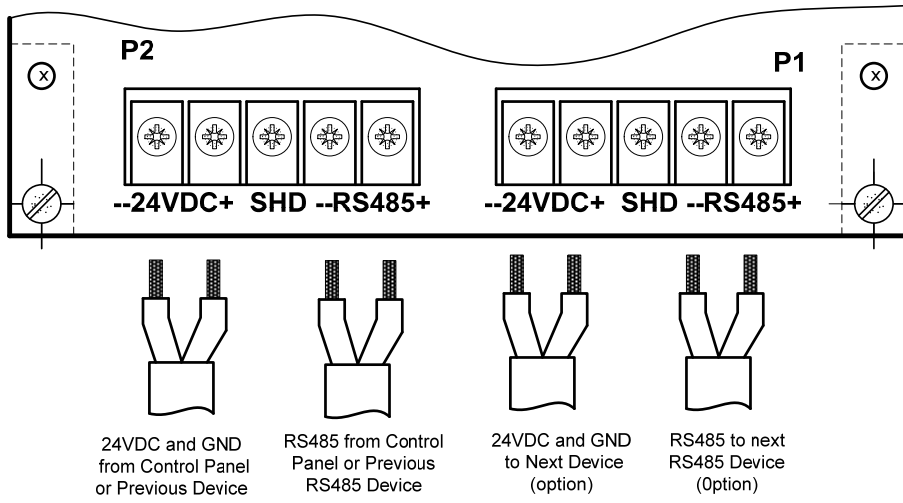
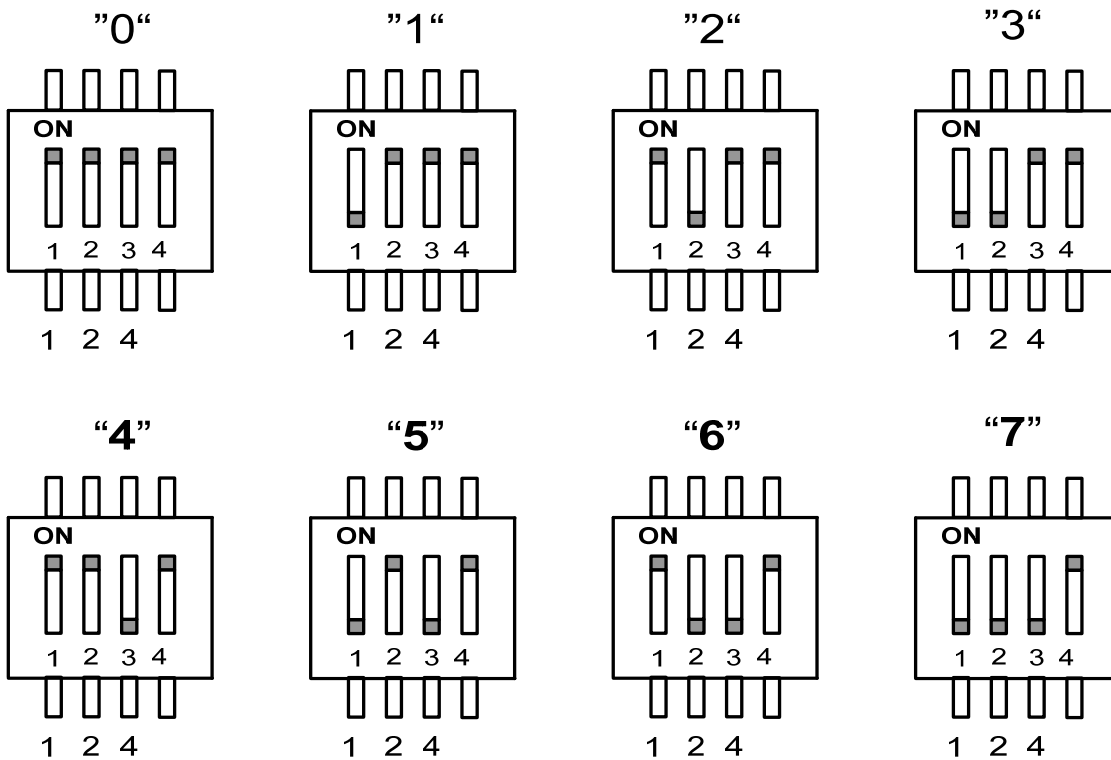

Рис.5. Подключение S-BUS
Рис.6 Установка адреса модуля.
5.1. Подключить питание и RS485 сеть к терминал блокам P1 или P2 согласно Рис.5. Одноименные контакты блоков P1 и P2 закорочены, поэтому предварительное удаленное устройство и последующее может быть подключены к разным терминальным блокам. С помощью переключателя SW1 установить адрес модуля (1) согласно Рис.6. Модуль SRM следует подключить к терминальному блоку P1 модуля MCC (контакты № 1, 2, 4, 5), если модуль установлен в главном корпусе MCE или к терминальному блоку P2 модуля MCC (контакты № 6, 7, 9, 10), если модуль используется как удаленный.